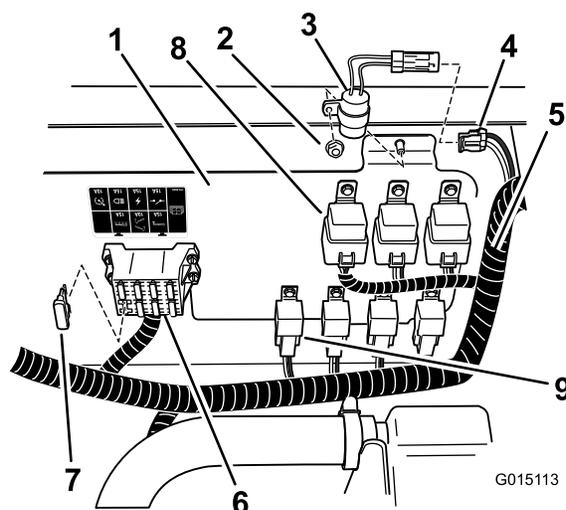

Figura 26
2. Individuate il timer di ritardo nelle parti sciolte e montatelo nel punto illustrato in (Figura 26) mediante dadi di bloccaggio.
3. Individuate il connettore contrassegnato 'delay timer' (timer di ritardo) sul cablaggio principale. Collegate il timer al cablaggio principale in questo punto (Figura 26).
4. Montate un fusibile da 40 A nello slot libero del portafusibili come illustrato in (Figura 26). Se nello slot è già presente un fusibile a basso amperaggio, rimuovetelo e sostituitelo con un fusibile da 40 A.